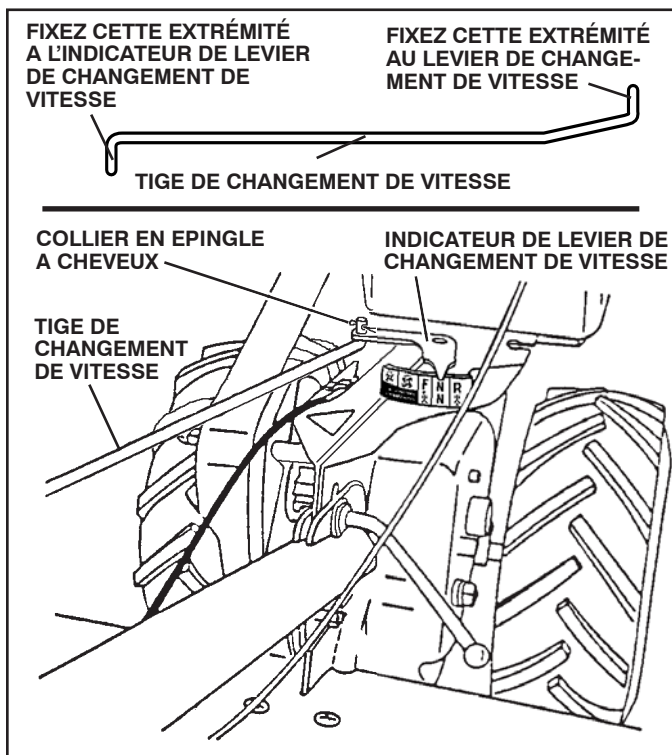

Fig. 7
RACCORDER LA TIGE DE CHANGEMENT DE VITESSE (Voir la Fig. 7)
- Assurez-vous que l'indicateur de levier de changement de vitesse est en position point mort ("N") (Voir la fig. 7).